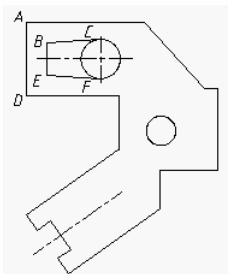

图1-10 画线段BC、EF等
1. 画线段 BC、EF 等，B、E 两点的位置用正交偏移捕捉确定，如图 1-10 所示。
结果如图 1-10 所示。